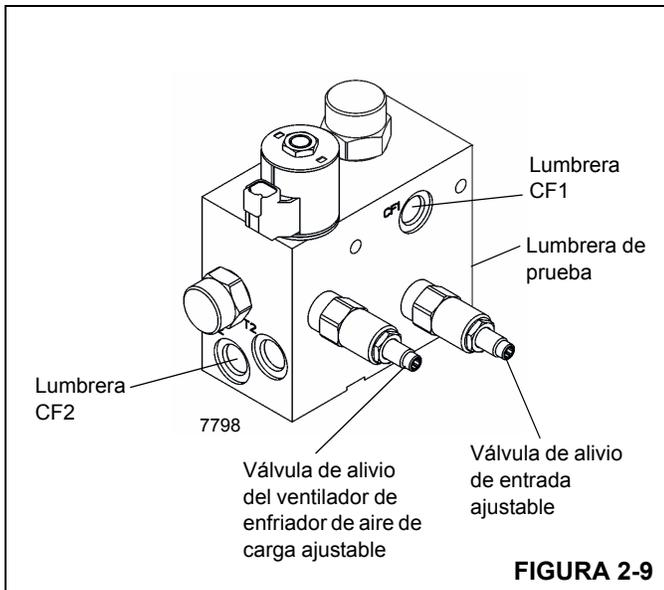

FIGURA 2-9
1. Con el motor apagado, desconecte la manguera en la lumbrera "CF1" en la válvula de suministro de carga de freno/motor del ventilador del enfriador del aire de carga Figura 2-9; tape y tapone todas las aberturas.
1. Con el motor apagado, desconecte la manguera en la lumbrera "CF2" en la válvula de suministro de carga de freno/motor del ventilador del enfriador del aire de carga Figura 2-9; tape y tapone todas las aberturas.